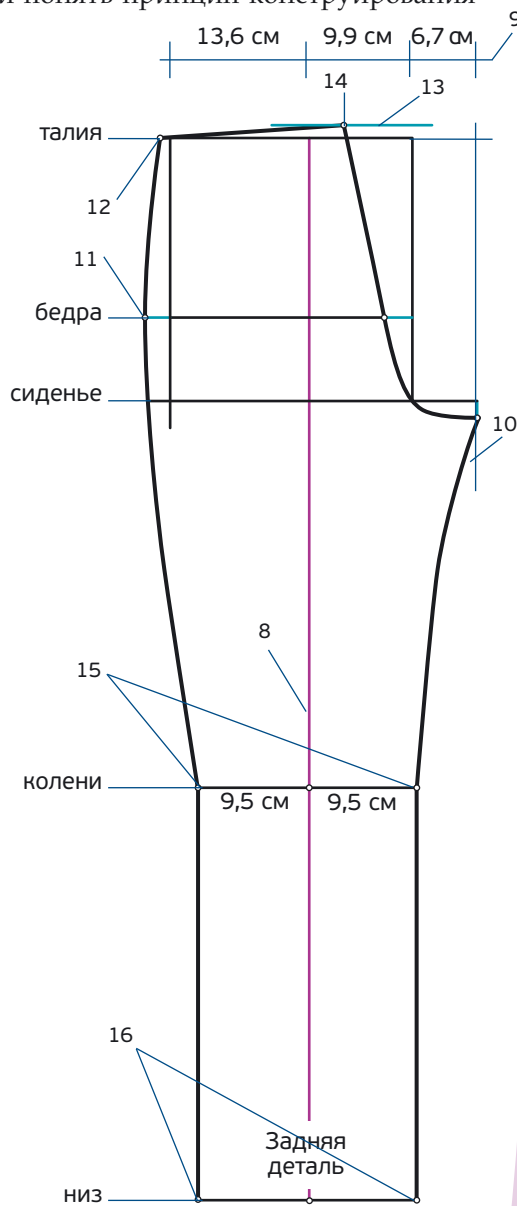

РИС. 2
9. Отложите мерки передки (рис. 2): 13,6 см, 9,9 см и 6,7 см = $\frac{1}{20}$ обхвата бедра + 2 см. Проведите соответствующие горизонтальные линии.